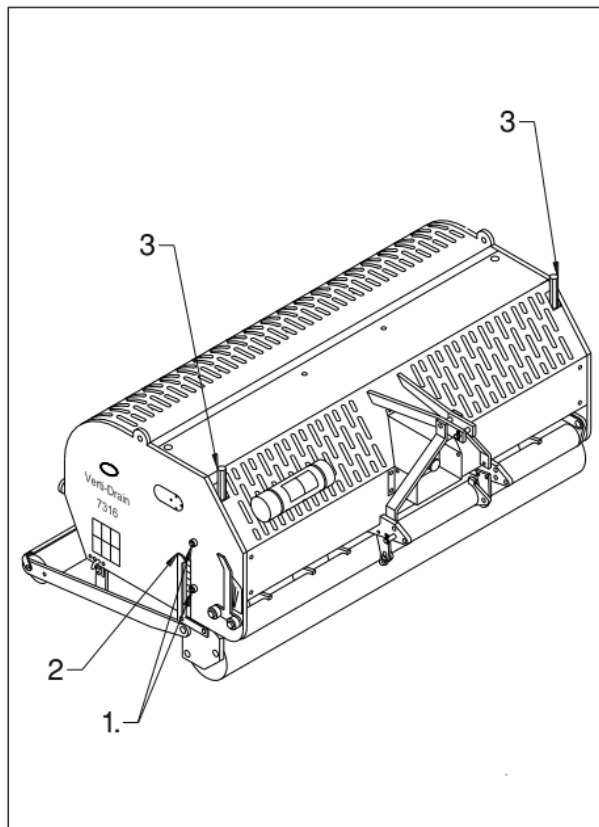

Fig. 4
De werkdiepte kan worden versteld als de machine is geheven, zie fig. 4. Draai de moeren één slag los aan beide zijden van de machine. Draai vervolgens bout 3 in of uit. Elke omwenteling is 4 mm (0.160"). De sticker(2) aan de zijkant van de machine, geeft de diepte instelling aan. Als de juiste werkdiepte is bereikt, draai dan de moeren 1 weer vast.